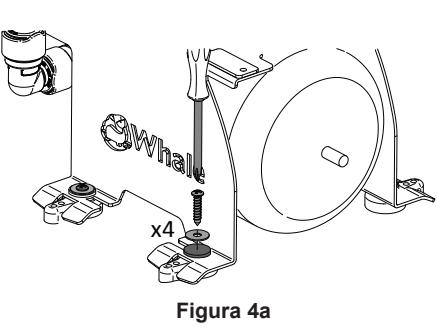
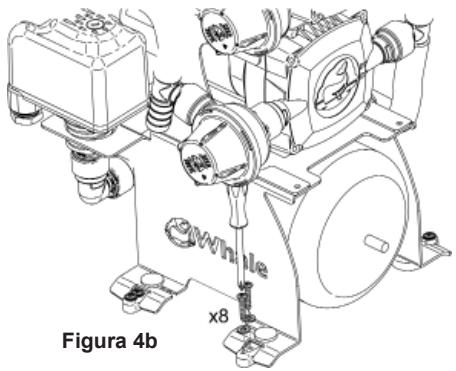

Figura 4a
Figura 4b
Passo 3 Usare viti e rondelle di acciaio inox per fissare il kit a una superficie solida. Quattro viti e rondelle possono essere usate attraverso il centro dei piedi (vedere figura 4a) o 8 viti e rondelle come illustrato nella figura 4b.